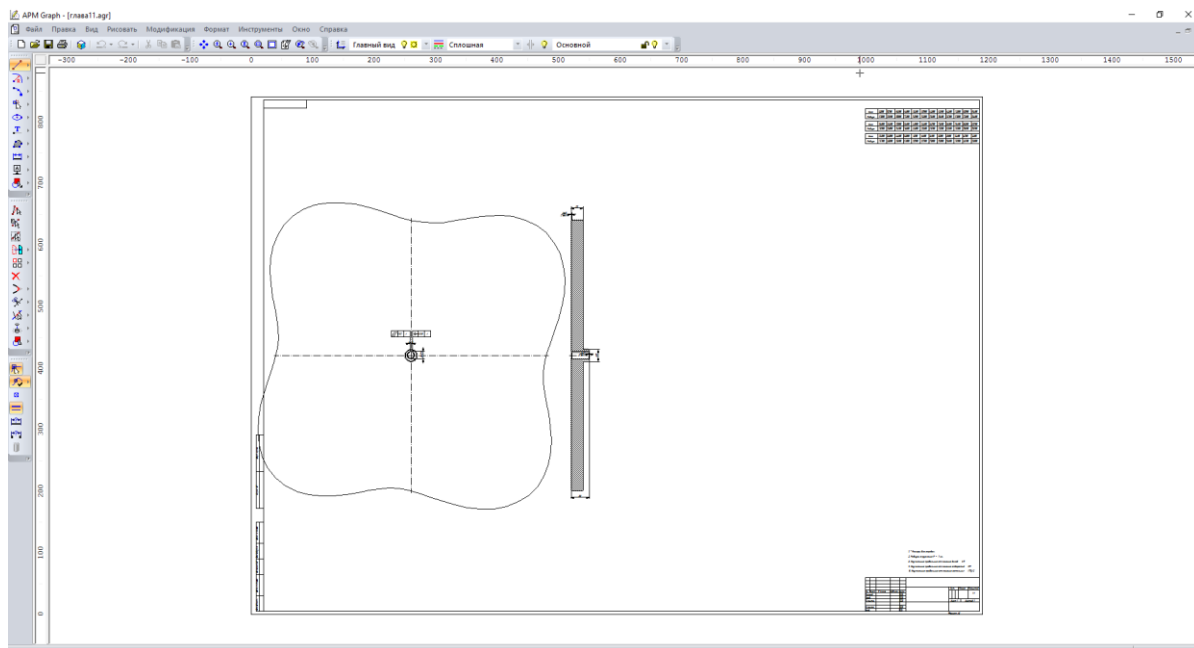

Рис. 11.11
7.5. Сохранение чертежа. Для завершения генерации чертежа необходимо в окне «Черчение» нажать кнопку «Сохранить как» и сохранить чертеж как файл с расширением *.agr. После этого произойдет запуск плоского чертежного редактора **APM Graph**, в окне которого и будет показан чертеж спроектированного кулачка (рис. 11.11).